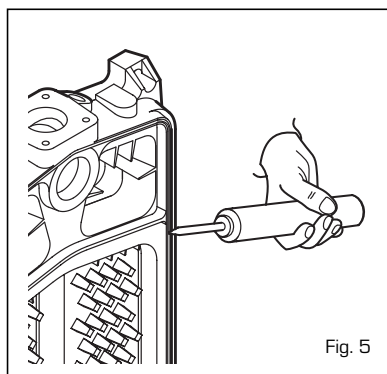

Fig. 5
- introduire le cordon de silicone (fig. 5) dans la gorge prévue pour l'étanchéité contre les fumées de la tête postérieure;